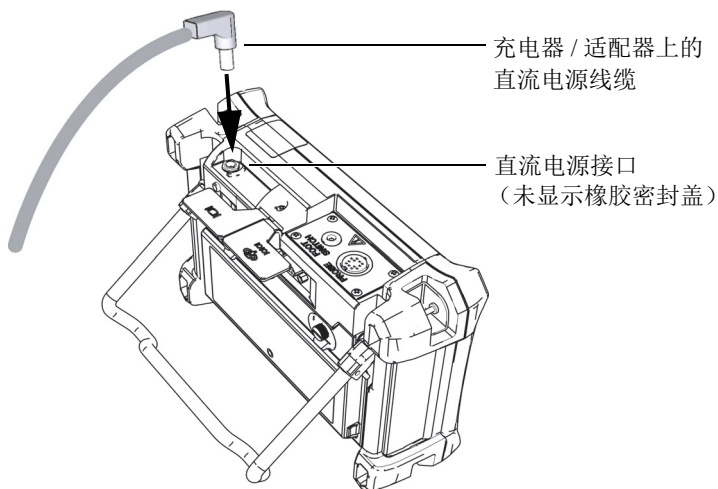

图 1-9 连接直流电源插头
3. 将充电器 / 适配器上的直流电输出电源线缆连接到 Magna-Mike 8600 仪器顶部的直流电源接口（参见第 24 页的图 1-9）。